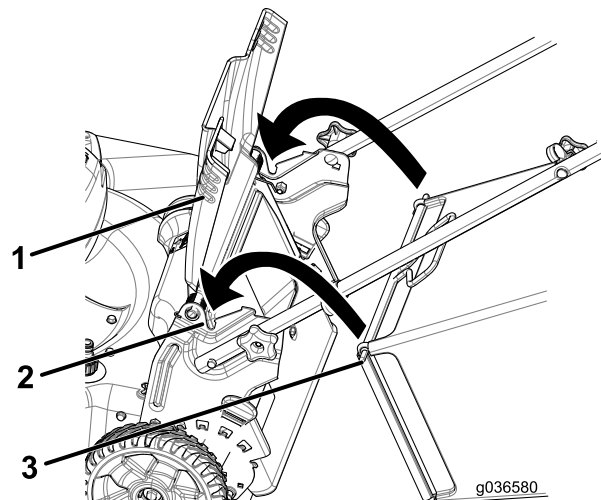

Figure 25
1. Soulevez le déflecteur arrière et gardez-le dans cette position (Figure 25)
2. Montez le bac à herbe en veillant à placer les ergots dans les crans du guidon (Figure 25).